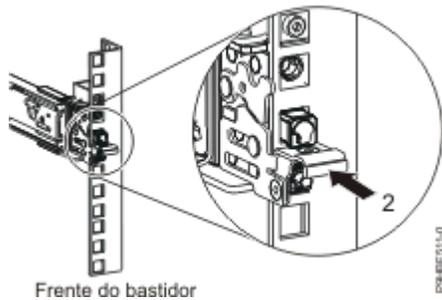

Figura 4. Fecho encaixado na calha anterior do bastidor
4. Enquanto puxa a calha deslizante para a frente, assegure-se de que os três pinos sobressaem pelos orifícios do bastidor, de seguida empurre o trinco anterior (2) completamente para dentro. Consulte a Figura 4 na página 5.